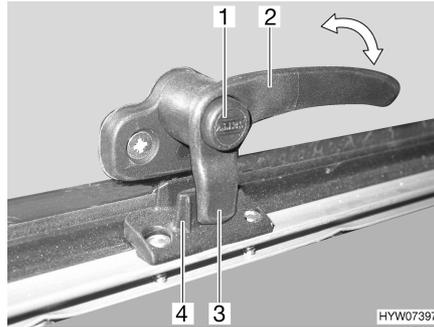

Bild 10 Verriegelungshebel in Stellung "geschlossen"
- Sicherungsknopf (Bild 10,1) drücken und gedrückt halten.
- Den Verriegelungshebel (Bild 10,2) eine viertel Umdrehung zur Fenstermitte hin drehen.
- Den Verriegelungshebel (Bild 10,2) eine viertel Umdrehung zum Fensterahmen hin drehen. Die Verriegelungsnase (Bild 10,3) am Verriegelungshebel liegt komplett auf der Innenseite der Fensterverriegelung (Bild 10,4).
- in Stellung "fest verschlossen" (Bild 10)